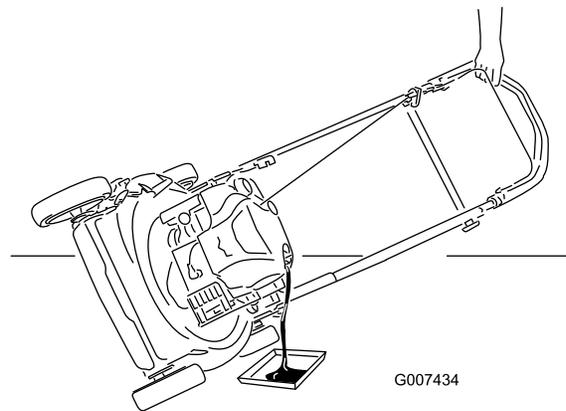

Bild 43
3. Kippen Sie den Rasenmäher seitlich (Luftfilter nach oben), um das Altöl über den Öleinfüllstutzen abzulassen (Bild 43).